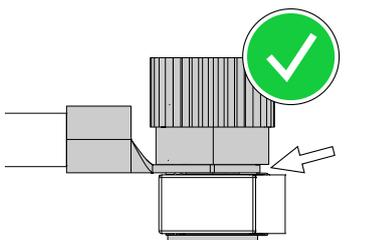
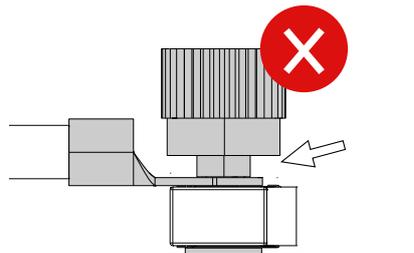

Figura 73. Montaje correcto
Figura 74. Montaje incorrecto
6. Apretar las conexiones de cables y el fusible con la perilla (4). Los cables se colocan a 90° o 180° entre sí. El fusible se monta con el ángulo correcto orientado hacia los cables, véase Figura 73 - Figura 74.